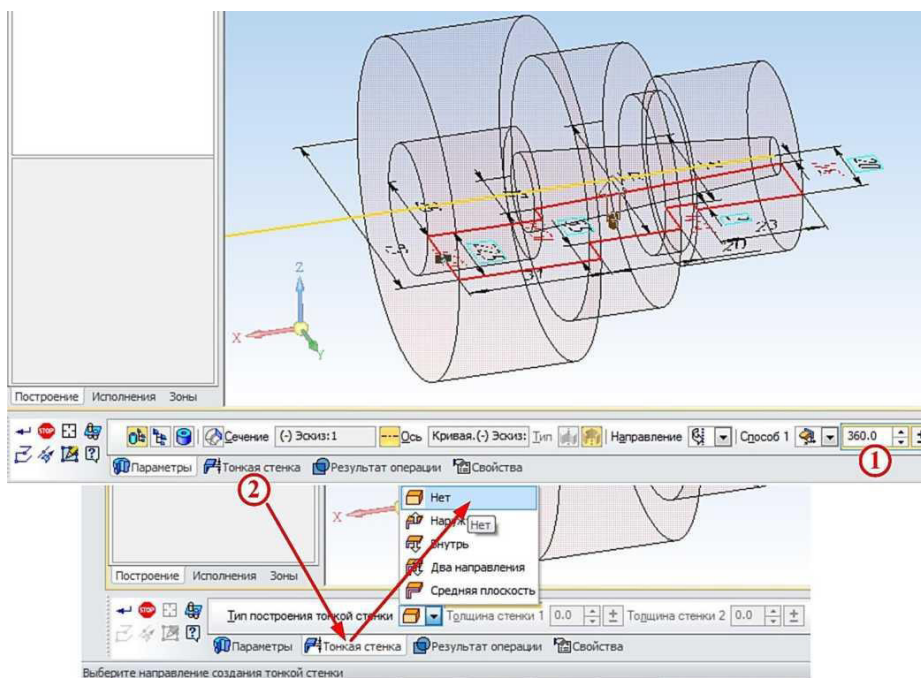

Рисунок 2.
2. Выйти из режима **Эскиз** и на панели инструментов **Компактная** нажать кнопку **Редактирование детали**. Далее на нижней части панели на расширенной вкладке нажать кнопку **Операция вращения** и убедиться, что в панели свойств задан угол поворота эскиза **1** (360°) и выключена опция **Тонкая стенка 2**, рисунок 2.